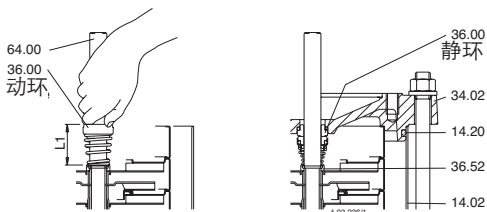

图5 插入机械密封
5. 拆下螺丝(61.07)和笼型支架(32.00),其与轴承(66.00)及联轴器(64.22)作为整体从上端盖(34.02)顺轴(64.00)抽出(图5)。
检查安装前后的长度并把动环升起到与原始长度(L1 图5)一致。